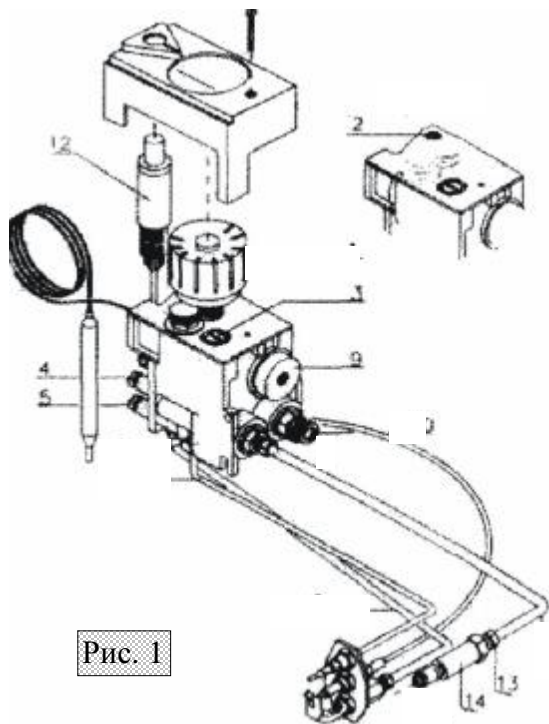

Рис. 1
4. Придерживая ключом на 14 сопло поз. 14 (см. рис. 1), отвинтить накидную гайку поз. 13, (ключ на 17), отодвинуть (развернуть) газовую трубку подвода газа к соплу на расстояние, которое позволит свободно демонтировать сопло 14;
7. Вывинтить малый регулировочный винт поз. 3 (см. Рис. 1).
8. Вывинтить большой регулировочный винт поз. 9 (см. Рис. 1).
7. Проверить давление перед главной горелкой. Для чего, включить конвектор и проделать сходные действия с п.п. 3 ÷ 4, только со штуцером поз.4 (см. Рис. 1), по необходимости - отрегулировать;